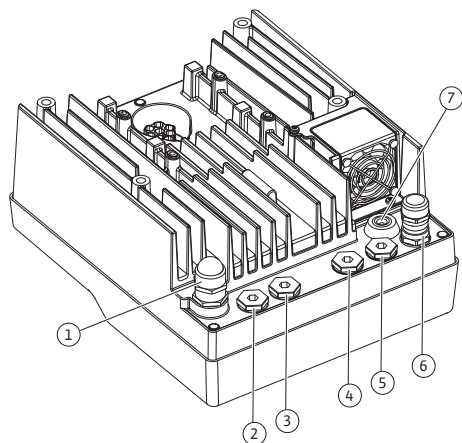

Fig. 19: Kabelförskruvningar/
4. För in anslutningskabeln genom kabelförskruvningen M25 (Fig. 19, pos. 1). Skruva fast kabelförskruvningen med föreskrivna vridmoment.